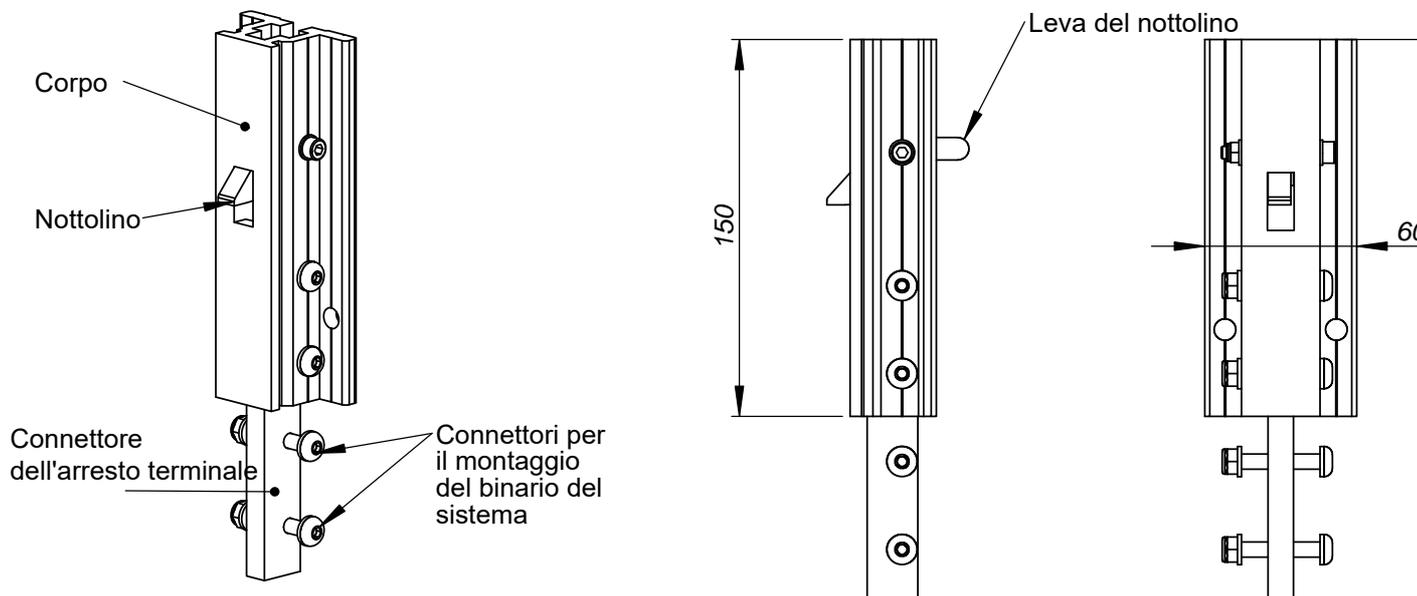

Fig. 5.3.2 AC520-210 Arresto terminale superiore (struttura, componenti, dimensioni base).
5.3.2. AC520-210 - ARRESTO TERMINALE SUPERIORE (Fig. 5.3.2)